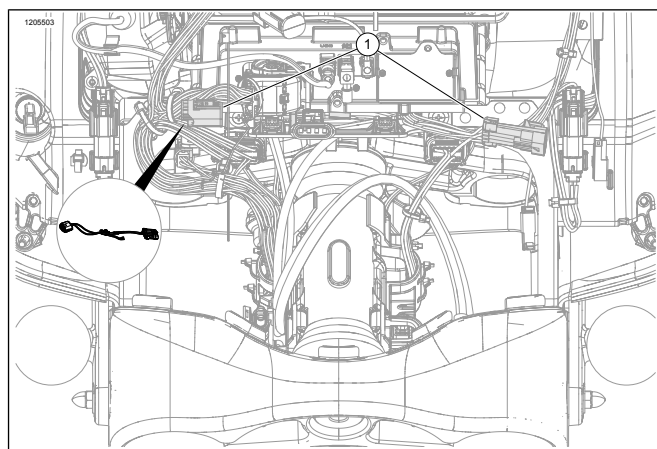

Figure 3. Retrait de l'adaptateur de harnais pour halogène double
3. Voir la Figure 3. Le cas échéant, retirez la bretelle halogène double du phare.